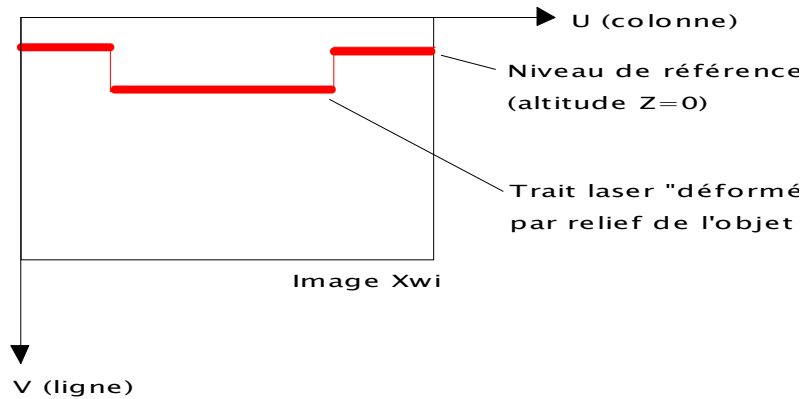
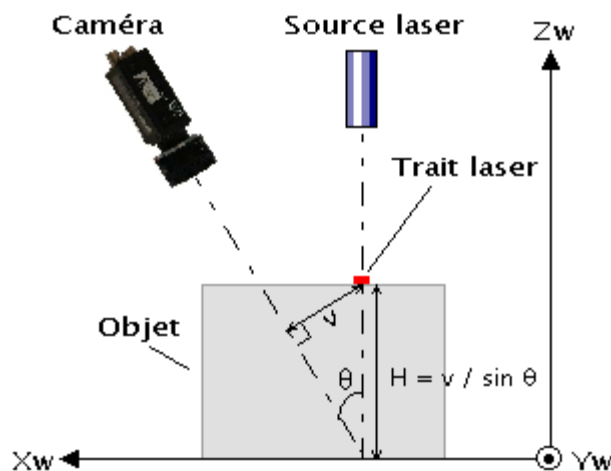

Figure 2 - Image filmée par la caméra pour l'objet en position Xw_i
Figure 4 - Relation entre ligne image et hauteur de l'objet
2. Une caméra, inclinée d'un angle θ par rapport à l'axe du laser, filme la scène pour une position X_{wi} de l'objet (voir Figure 2 au § 2.3 ci-après).
L'image du trait laser perçue par la caméra est illustré Figure 2 ci-dessous. Le trait laser apparaît déformé en fonction du relief de l'objet. La coordonnée v d'un point du trait dans l'image croît avec l'altitude du point sur l'objet réel.
La variation Δv dans l'image est proportionnelle au sinus de θ : $\Delta v = \Delta \text{relief} * \sin \theta$ (voir Figure 4 § 3.2).
- l'élévation Z par rapport au plan de référence est fonction du numéro de ligne dans l'image (axe image V) et du sinus de l'angle θ (voir Figure 4 ci-dessous et Figure 2 au paragraphe 2).